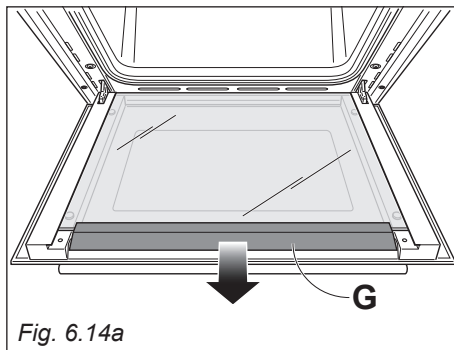

Fig. 6.14a
- Sfilare delicatamente il profilo superiore “G” della porta (fig. 6.14a).